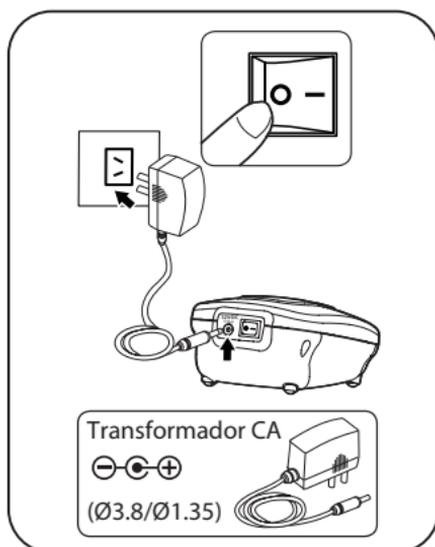

Figura 3: Conexión del adaptador de CA
1. Comprobar que el interruptor de encendido (12) está en la posición "OFF".
2. Conectar la fuente de alimentación (9) en el conector correspondiente (11) , ubicado en la parte posterior de la unidad.
3. Enchufar la fuente de alimentación (9).
5. Pulsar el interruptor de encendido (12) a la posición "ON". Ver Figura 3.